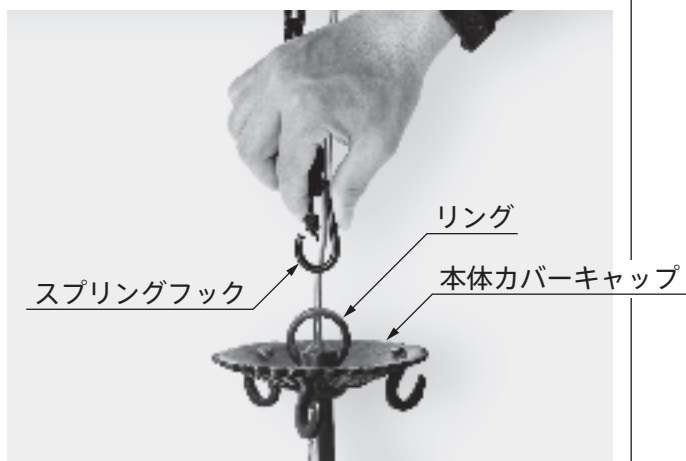

図 4
5. ソケットに電球を取付けます。（図 4）
4. ソケットに電球を取付けます。（図 4）